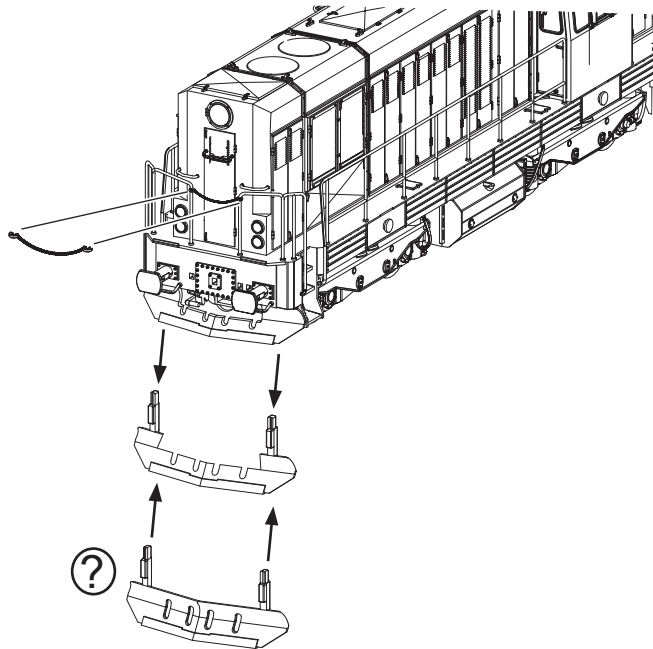

Fig. 3
**2. Schmierung:** Versehen Sie die im Schmierplan in Fig. 8 gekennzeichneten Stellen mit nur **kleinen Öltropfen**. Dazu zuerst das Lokgehäuse abnehmen (Fig. 3). Wir empfehlen den **ROCO Öler Art.-Nr. 10906**. Fürs Schmieren der Getriebeteile (Zahnräder, Schnecke) empfehlen wir das **ROCO-Spezialfett Art.-Nr. 10905**. Im Falle der Schmierung diese Teile **nicht ölen**.
**Mehrzugbetrieb:** Zuerst Lokgehäuse abnehmen (Fig. 3). Danach den Brückenstecker aus der Schnittstelle entfernen (diesen sorgsam aufbewahren). Danach den Stecker des Decoders lagegerecht einsetzen (Fig. 5).
**2. Lubrication:** Apply **tiny oil drops** to spots marked in fig. 8. Prior to lubrication dismantle locomotive (fig. 3). We recommend using item no. **10906, Roco oiler**. For lubrication the gearparts (e.g. cogwheels, worm) we would recommend our Roco **special grease** (item no. **10905**).
**2. Graissage:** N'appliquez **qu'une toute petite goutte** aux endroits indiqués par le plan de graissage (fig. 8) après avoir démonté la caisse de la locomotive (fig. 3). Nous vous recommandons **le graisseur à huile Roco réf. 10906**. Pour graisser les engrenages (roues dentées, vis sans fin) nous vous conseillons la **graisse spéciale Roco réf. 10905** pour engrenages en matières synthétiques. Lorsque vous utilisez cette graisse il faut éviter d'huiler ces composants.
voir } Fig.3